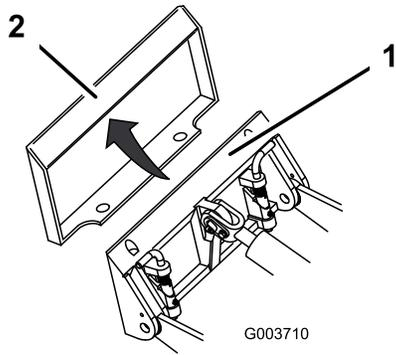

Figura 32
- Coloque la placa de montaje debajo del reborde superior de la placa receptora del accesorio (Figura 32).